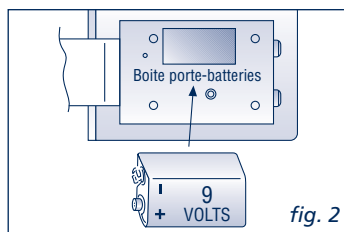

fig. 2
- Enlever les batteries déchargées (fig. 2).
- Leere Batterien herausnehmen (Abb. 2).